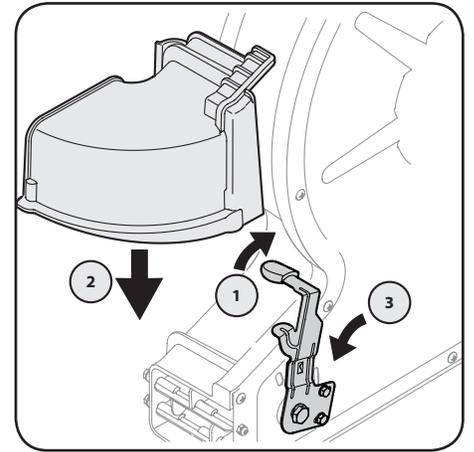

Figure 4-5
1. Faites pivoter le levier de direction du déflecteur d'éjection complètement vers la droite, à la position la plus haute. Voir Figure 4-5.
3. Faites pivoter le levier de direction à la position centrale pour verrouiller le déflecteur d'éjection en place. Voir Figure 4-5.